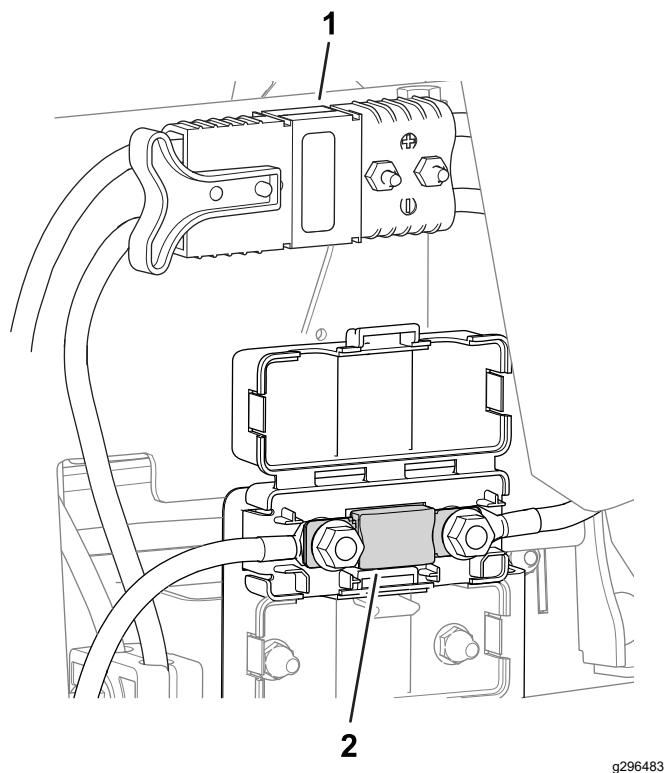

Figura 45
- Il fusibile dell'impianto elettrico è situato sotto i connettori dell'alimentazione principale (Figura 45).